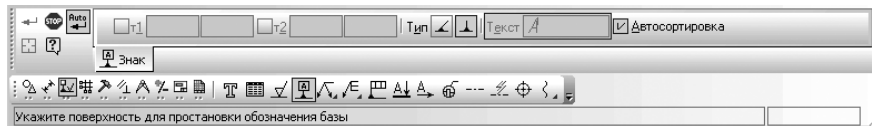

Рис. 5.16. **Панель свойств: База**, **Компактная панель** и **Строка сообщений**
- щелкните в **Компактной панели** по кнопке переключателю  – **Обозначения**, а затем в появившейся панели инструментов по кнопке  – **База**. Появится соответствующая **Панель свойств: База** (рис. 5.16). **Панель свойств: База** имеет поля для ввода точки **Положение знака на поверхности** – т1, **Конечная точка выноски** – т2, кнопки:  – **Произвольное расположение** и  – **Перпендикулярно к опорному элементу**, определяющие способ отрисовки обозначения базы, а также поле **Текст** для ввода буквы в обозначения базовой поверхности. В строке сообщений в нижней части экрана появится подсказка: **Укажите поверхность для простановки обозначения базы**;